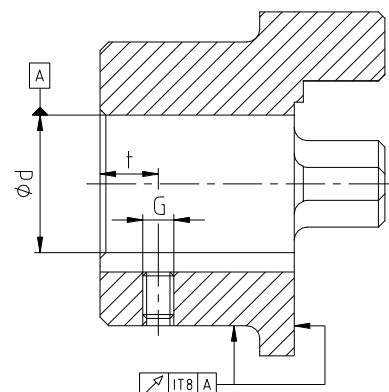

Figura 9: Concentricità ed eccentricità assiale
- Per la realizzazione del foro del mozzo da parte del cliente si deve assicurare la concentricità ed eccentricità assiale (vedi figura 9).